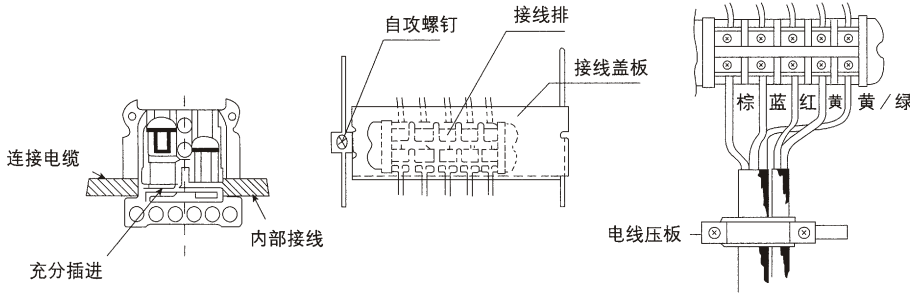

图 16
- 连接电缆连接结束后，必须按图16所示装上接线盖板。
(2) 电线连接顺序
- 分别按不同的线色充分插入相应规定的端子孔内并牢牢固定，如图 15 及图 16 所示。（紧固力矩 5kgf·cm）